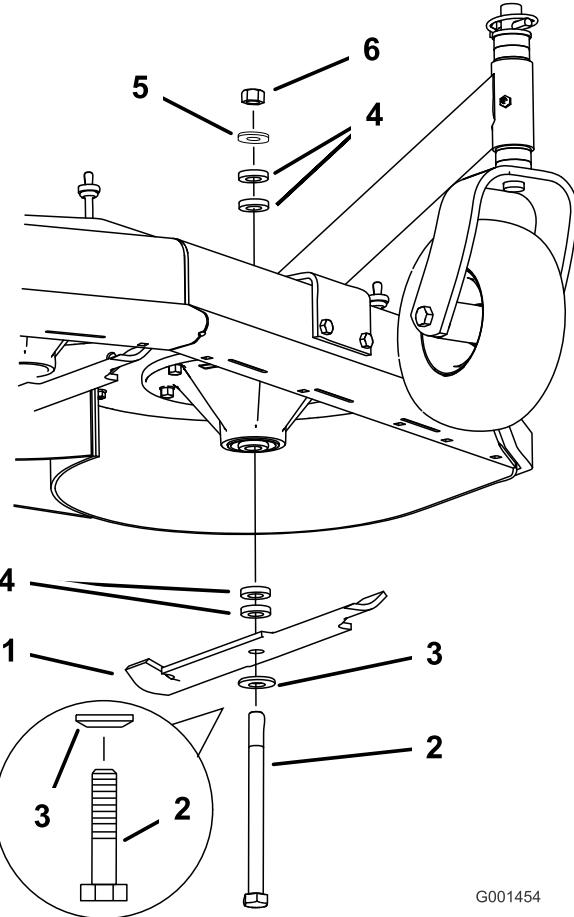

Figura 11
3. Sujete el perno de la cuchilla y retire la tuerca (Figura 11).
4. Deslice el perno por el eje, y cambie los espaciadores según sea necesario (Figura 11).
5. Instale el perno y la arandela curva, añada los espaciadores adicionales que sean necesarios, y sujetelos con una arandela fina y una tuerca (Figura 11).